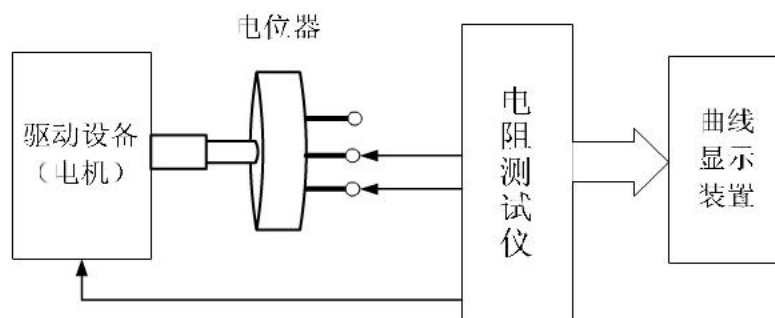

图1 辅助装置连接示意图
(1) 具有自动电阻筛选功能。即在进行电阻筛选测量时，用户通过键盘输入要求的电阻值和筛选的误差值；测量时，仪器能在显示被测电阻阻值的同时，给出该电阻是否符合筛选要求的指示。
(2) 设计并制作一个能自动测量和显示电位器阻值随旋转角度变化曲线的辅助装置，要求曲线各点的测量准确度为  $\pm(5\% \text{读数} + 2 \text{字})$ ，全程测量时间不大于 10 秒，测量点不少于 15 点。辅助装置连接的示意图如图 1 所示。
(3) 其他